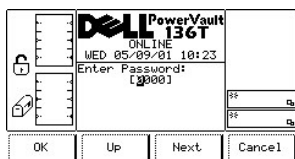

Abbildung 80. Dialogfeld "Setup" > "Utils" > "Secure" > "Enter Password"
**⚠ VORSICHT:** Während der ersten Initialisierung der neuen Bibliothek stellen Sie ein vom benutzerdefiniertes Passwort ein und bewahren eine Kopie davon an einem sicheren Ort auf (siehe Dialogfeld "Secure"). Drücken Sie die Taste unter dem Softkey **Next**, damit das Feld "Set/Change Password" zum derzeit aktiven, schwarzen Feld wird. Drücken Sie die Taste unter dem Softkey **Change**. Geben Sie bei entsprechender Aufforderung ein benutzerdefiniertes Passwort ein, und klicken Sie auf **OK**. (siehe Abbildung 80). Zum Speichern der Änderungen drücken Sie die Taste unter dem Softkey **OK** im Dialogfeld Secure.